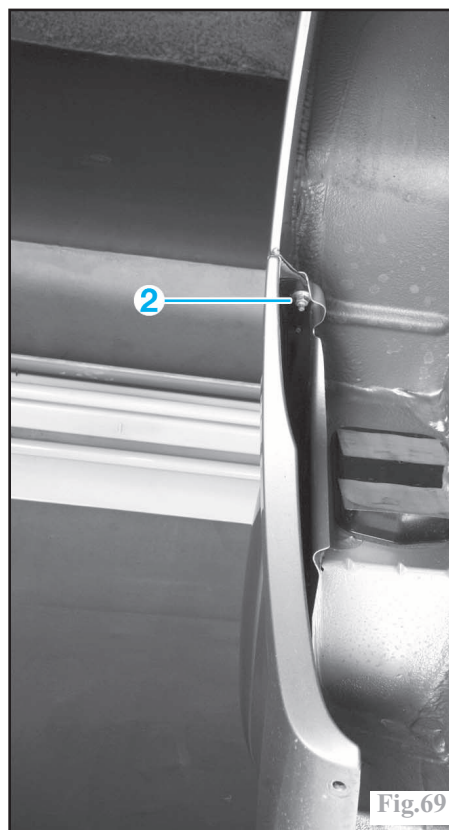

Fig.69
Déposer les écrous de fixation (2) (Fig.69).